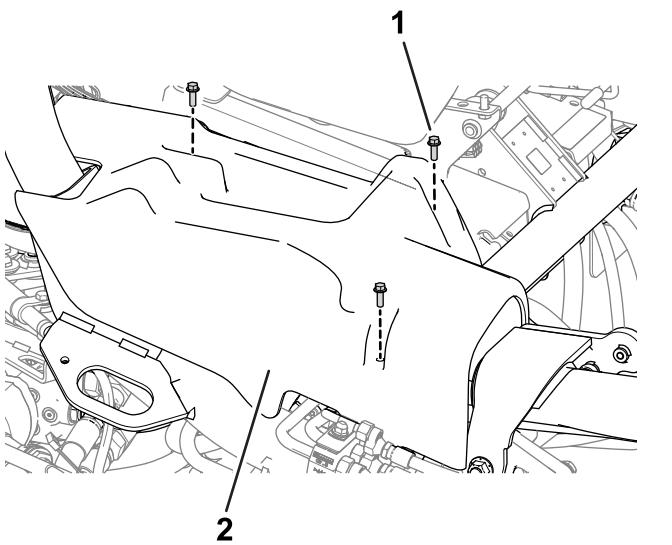

Figura 9
4. Remova a cobertura lateral direita (Figura 9) da máquina.
8. Instale a cobertura do lado direito da máquina (Figura 9).